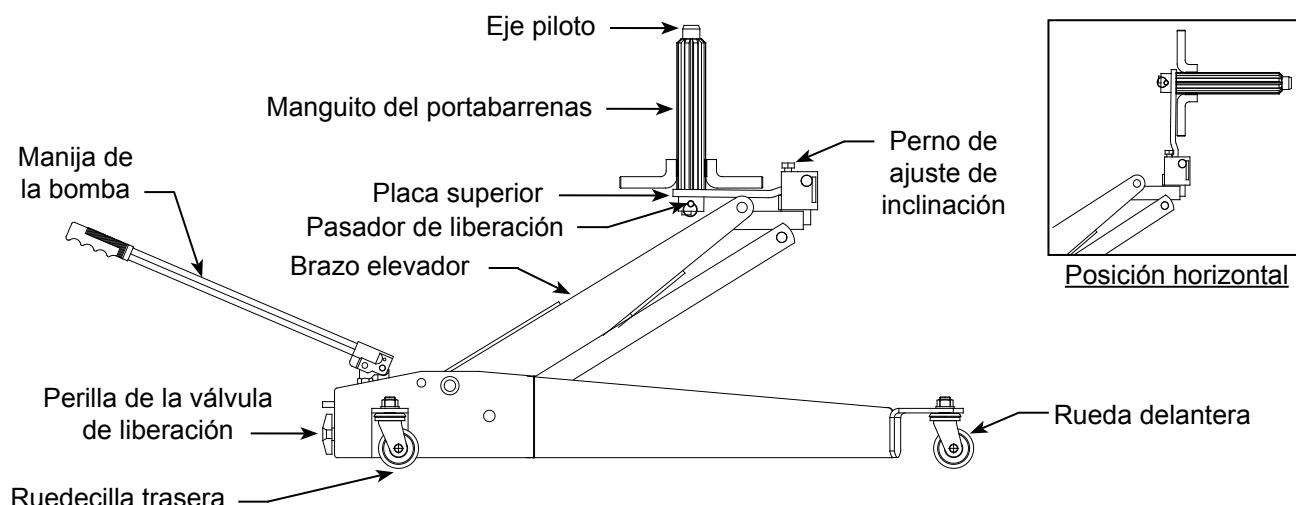

Figura 1: componentes del modelo 40500
3. Para familiarizarse con el funcionamiento básico, ubique y gire la perilla de la válvula de liberación (consulte la Figura 1):